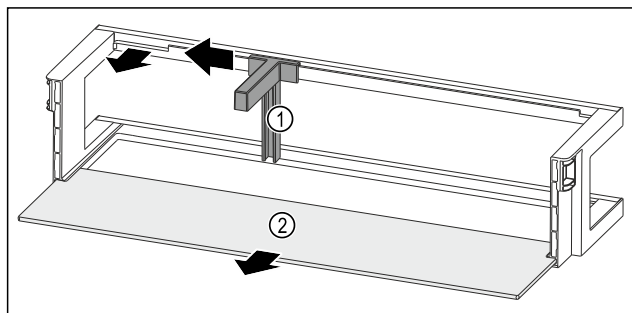

Fig. 86 Balconcino controporta con portabottiglie e ripiano
- Spingere il portabottiglie Fig. 86 (1) lateralmente fino all'incavo.
- Rimuovere il portabottiglie Fig. 86 (1).
- Rimuovere il ripiano Fig. 86 (2).